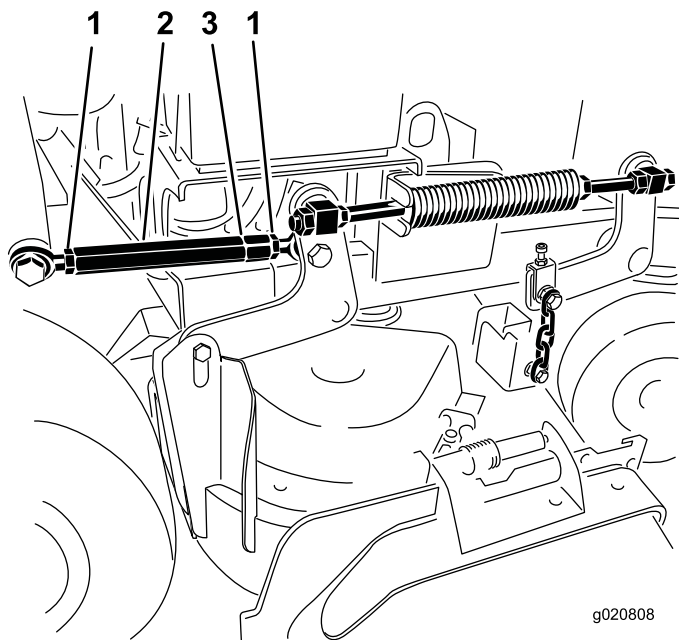

Figura 87
5. Afloje las contratuercas en ambos extremos del tensor (Figura 87).
Nota: El extremo del tensor que tiene la muesca mecanizada tiene rosca a izquierdas (Figura 87).